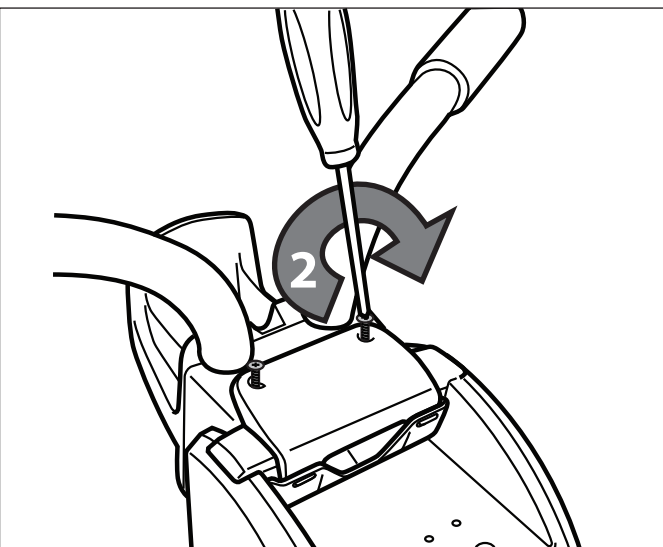

Figure 11. Fixer correctement les plaques de verrouillage
3. Fixer solidement la plaque de verrouillage à l'aide des vis cruciformes. Ne pas trop serrer. Se référer à la Figure 11.